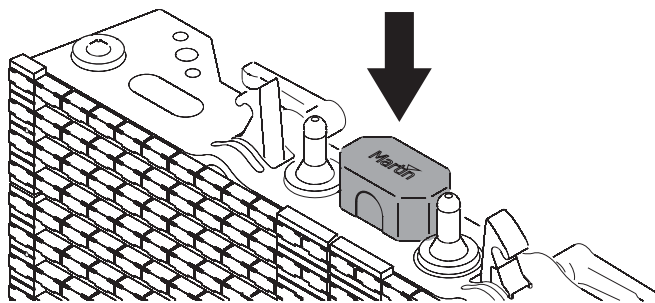

Figure 4: Capuchon du connecteur
- Retirez le capuchon en caoutchouc (voir Figure 4) et réservez-les pour les réinstaller.